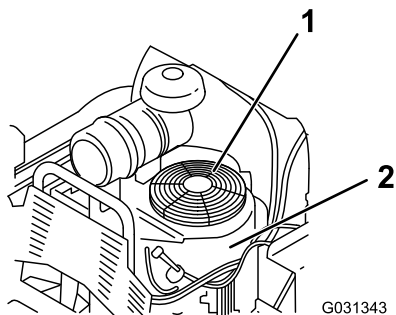

図 62
3. 吸気スクリーンとファンハウジングを取り外す 図 62。
5. 吸気スクリーンとファンハウジングを取り付ける 図 62。